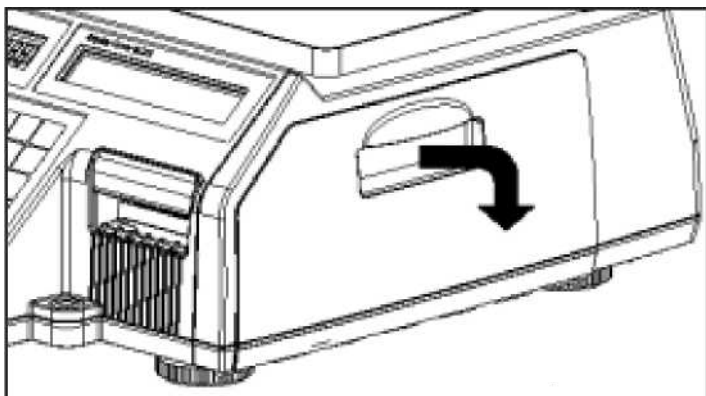

Рисунок 1.13 – Открытие крышки
1. Отключите питание весов тумблером **ON/OFF**, расположенным на днище весов. Откройте крышку отсека принтера (см. рисунок 1.13).